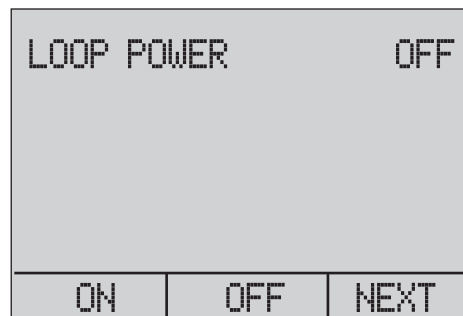

图 30.回路电源屏幕
4. "LOOP POWER" (回路电源) 可以切换打开或关闭。完成设置时选择 "NEXT"。请参见图 30。